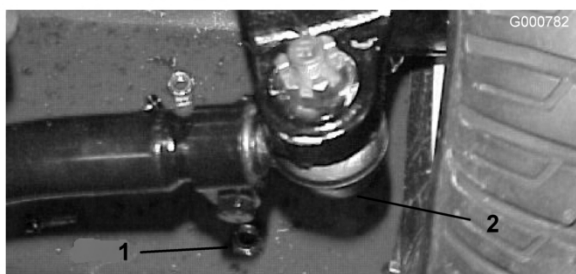

Bild 58
- Entfernen Sie den Splint und die Mutter von einem der Spurstangen-Kugelgelenke. Entfernen Sie das Spurstangen-Kugelgelenk vom Achsständer (Bild 58).
- Lockern Sie die Klemmen an beiden Enden der Spurstangen (Bild 58).